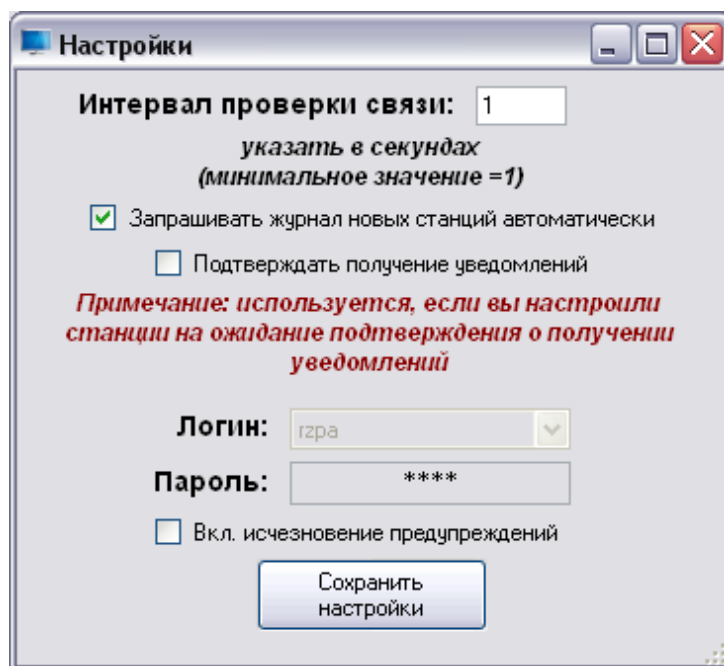

Рисунок 24 – Окно настроек клиента □ Line C Monitor
- 1 Открыть окно «Настройки» (рисунок 24).